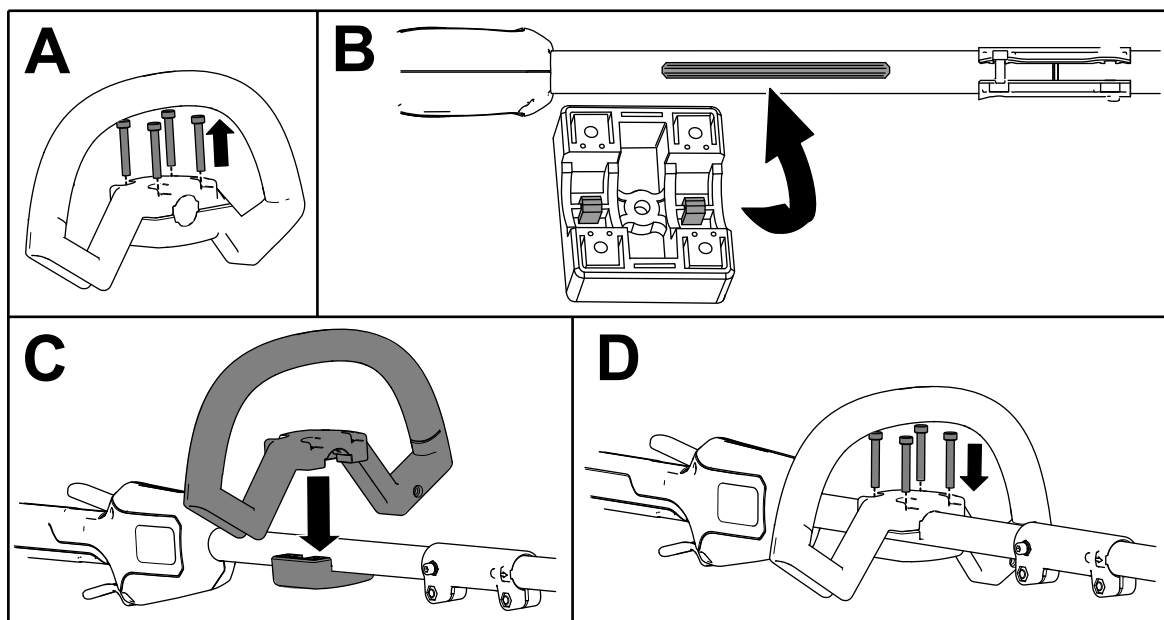

Figura 2
1. Separate l'impugnatura ausiliaria dalla piastra dell'impugnatura rimuovendo le 4 viti a esagono incassato utilizzando la chiave a brugola in dotazione (A della Figura 2).
2. Allineate le guide nella piastra dell'impugnatura ausiliaria alla guida sulla parte inferiore dell'albero del decespugliatore (B della Figura 2).
3. Allineate l'impugnatura ausiliaria alla piastra dell'impugnatura ausiliaria sull'albero del decespugliatore (C della Figura 2).
4. Fissate l'impugnatura ausiliaria alla piastra dell'impugnatura con le 4 viti a esagono incassato rimosse in precedenza (D della Figura 2).
3. Fissate la protezione sulla base del decespugliatore con le 2 viti a esagono incassato, 2 rondelle e 2 distanziali rimossi in precedenza (C della Figura 2).